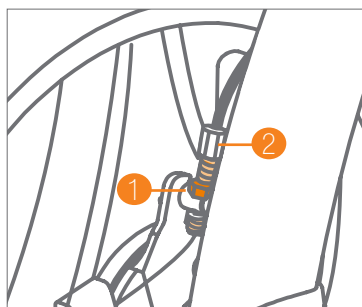

Figuur 77: Remafstelling via de afstelmoer, net onder de vergrendelingsring.
- Maak eerst de vergrendeling los (trek de kabel naar beneden om het gemakkelijker te maken). Dit geeft je ruimte om de schroef eronder af te stellen (**Figuur 77**).